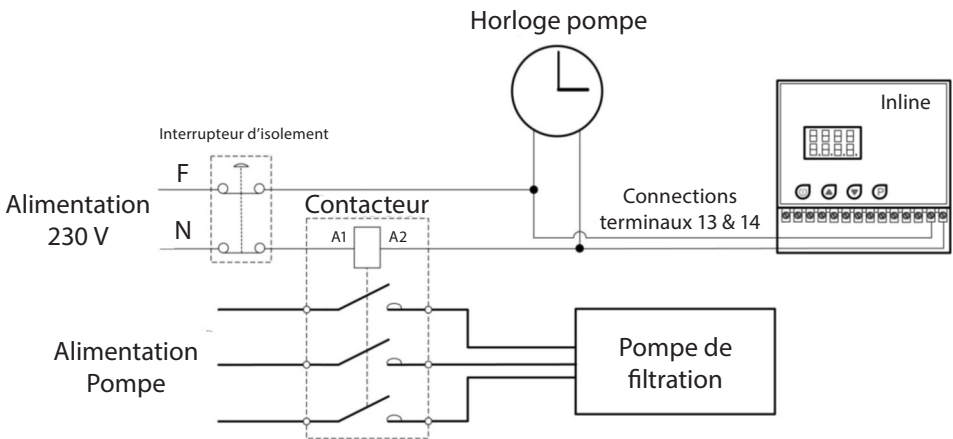

Fig 13.
**REMARQUE:** La Priorité Chauffage doit être connectée au contacteur de la pompe comme indique en figure 13.